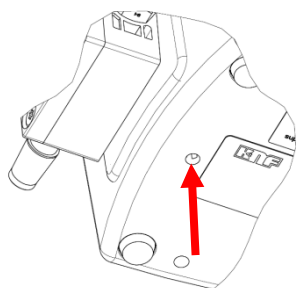

Fig. 1: Orificio de salida
- ➔ El orificio de salida (véase Fig. 1) no debe cerrarse nunca
Si la membrana de trasiego se rompe, el medio trasegado se conduce a través del orificio de salida (véase Fig. 1) fuera de la bomba.